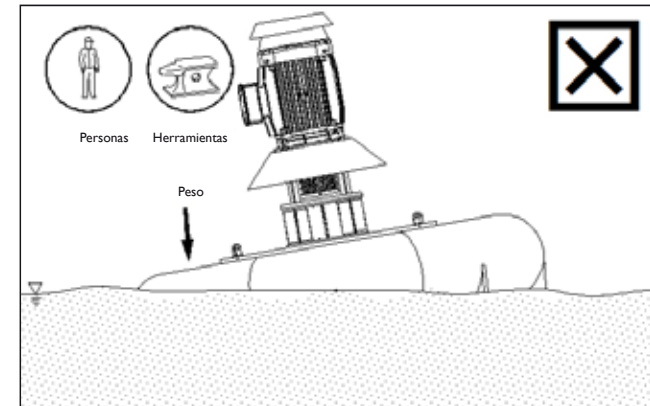

Figura 3
- No se deben colocar pesos no autorizados, pesos que provoquen desequilibrio sobre la balsa, ni pesos para los cuales no fue diseñada, sin previa consulta al fabricante (figura 3). Sólo se autoriza un peso desequilibrado, momentáneo, máximo de 80 Kg. (una persona, debidamente provista de arnés de seguridad), para realizar tareas de izaje. Se debe circular sólo por el área central cubierta por la placa base (figura 3).